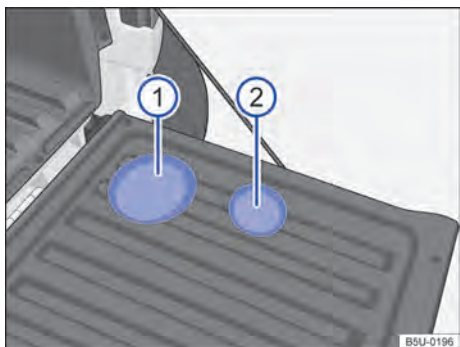

Fig. 109 No revestimento da tampa do compartimento de carga: ① porta-garrafas e ② porta-copos.
Para utilizar os porta-garrafas → Fig. 109 ① e os porta-copos ② abra a tampa do compartimento de carga.